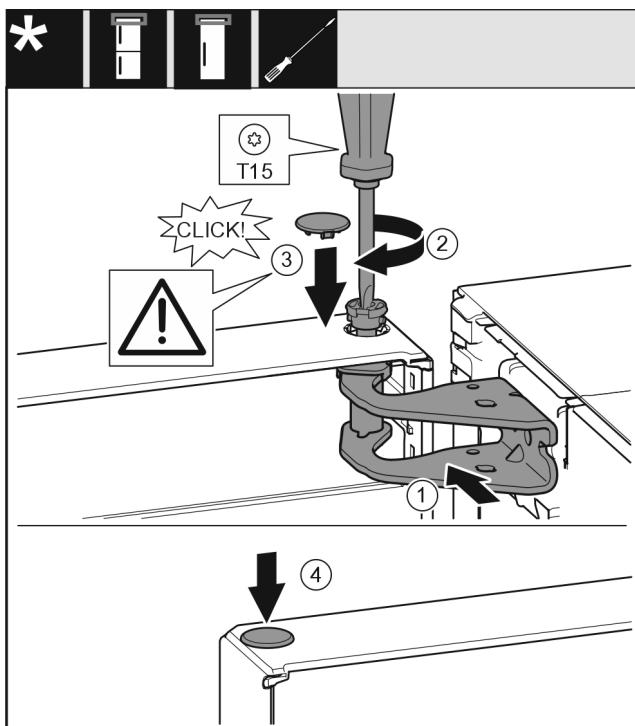

Fig. 22
- Abdeckung Fig. 22 (3) einsetzen.
- Kontrollieren, dass die Abdeckung Fig. 22 (3) auf der Tür aufliegt.
- Abdeckung Fig. 22 (4) einsetzen.
- Tür oben zur Öffnung im Lagerbock Fig. 22 (1) ausrichten.
- Bolzen Fig. 22 (2) einsetzen und mit Schraubendreher festschrauben.